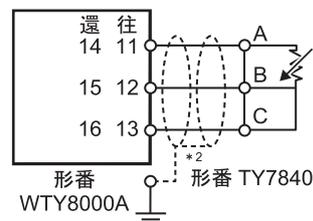

図3 積算熱量計演算部(形番WTY8000A)との接続^{*1}
- *2 積算熱量計演算部との接続に使用するケーブルは、シールド線を使用しますが、本体の端子台にはシールド線用の端子がありません。別途D種(100Ω以下)相当のアース端子台を設けてください。(図3(形番WTY8000Aとの接続の場合)参照)